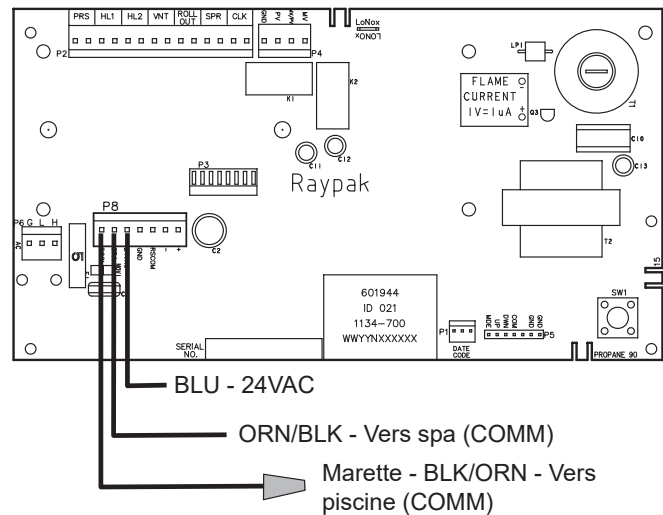

Figure 42. Connexion du harnais de câble d'un thermostat à 2 fils au connecteur P8
7. Connectez le harnais de câble à 7 broches pour thermostat externe au connecteur P8 et mettez l'appareil à ON, voir **Figure 42**.